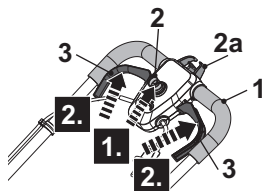

Fig. 15
1. Colóquese detrás del mango de agarre (1).
2. Mientras mantiene pulsado el botón del interruptor de seguridad (2) (Fig. 15 paso 1), tire de la palanca de arranque (3) hacia el mango de agarre (1) (Fig. 15, paso 2).
3. Después de que el cortacésped arranque, suelte el botón del interruptor de seguridad (2).
5. Suelte la palanca de arranque (3) para detener el cortacésped.